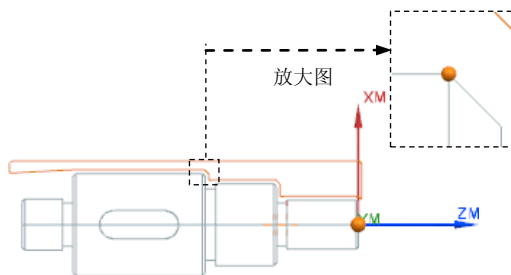

图 9.17 选取点
Step2. 在“切削区域”对话框 轴向修剪平面 1 区域的 限制选项 下拉列表中选择 点 选项,然后单击“点对话框”  按钮,系统弹出“点”对话框,在绘图区域选取图 9.17 所示的点,单击 确定 按钮。